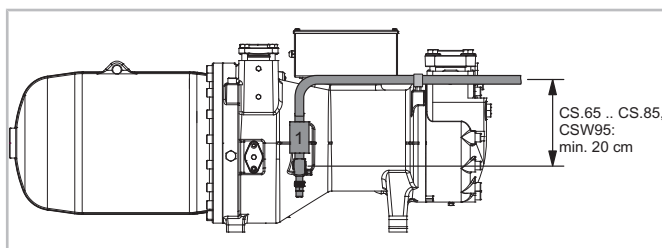
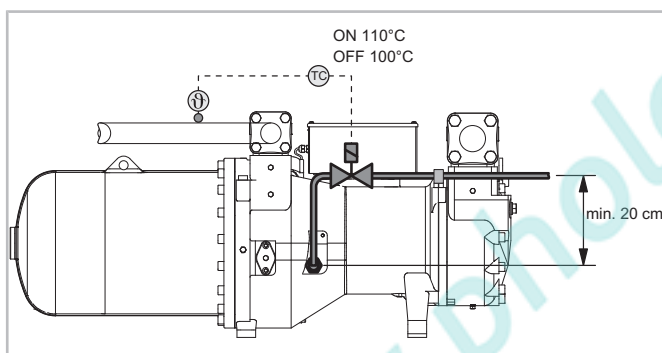

Abb. 5: Rohrführung der ECO-Sauggasleitung am Verdichter
Abb. 6: Rohrführung für Kältemittelspritzung (LI) mit Kältemittelspritzventil
Optionale Leitungen für Economiser (ECO) (nicht bei CSH95), siehe Abbildung 5, Seite 45 und/oder Kältemittelspritzung (LI), siehe Abbildung 6, Seite 45 müssen vom Anschluss aus zunächst nach oben geführt werden. Dies vermeidet Ölverlagerung und Beschädigung der Komponenten durch hydraulische Druckspitzen (vgl. Handbuch SH-170).